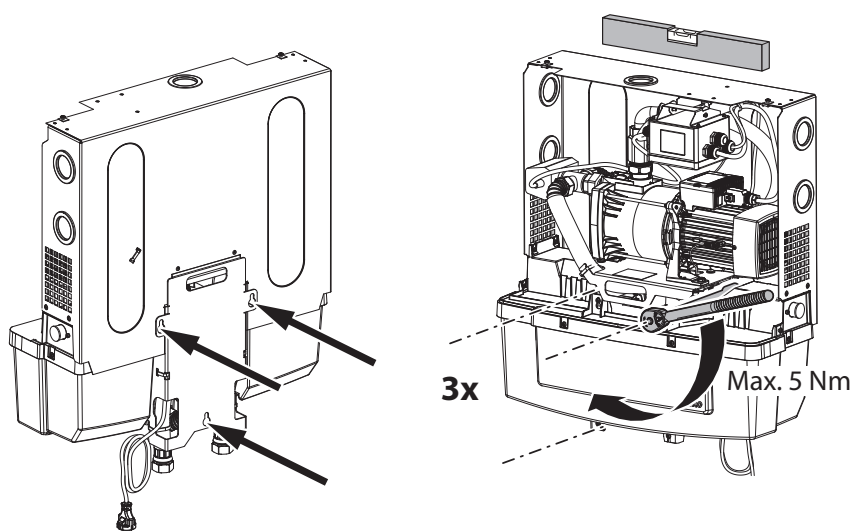

Fig. 13: Points d'élingage pour la suspension au mur et serrage des vis
4. Suspender le système aux vis à l'aide des trous oblongs situés sur la partie arrière (Fig. 13).